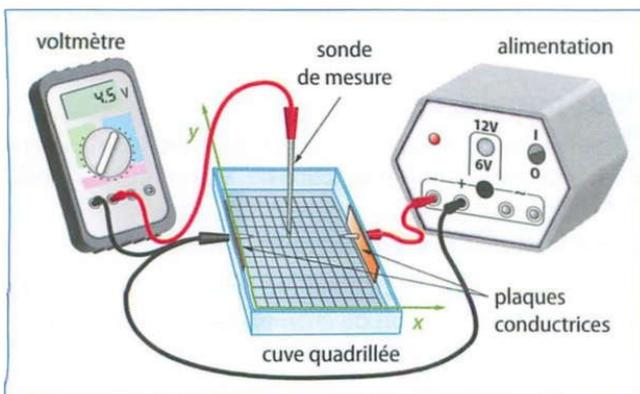

Fig. 2 Montage expérimental.
- Réaliser le montage expérimental correspondant à la figure 2.
On considère le système d'axes défini à la figure 2.